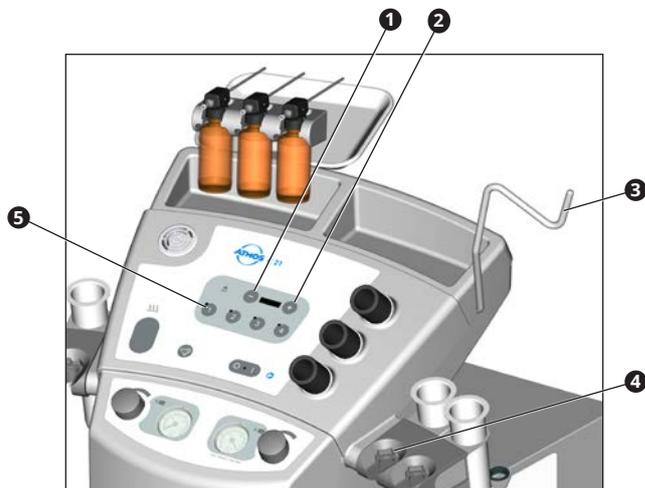

Fig. 13. Light Package 2 canales con 2 o 4 canales:
- Extraer el cable del soporte (4, Fig. 13) o el fotóforo de su soporte (5, Fig. 13).
- ☞ Puede encender manualmente la fuente de luz con las teclas 1-4 (5, Fig. 13).
- Presione la tecla 1 (Fig. 13), para reducir el brillo o la tecla 2 para aumentarlo.